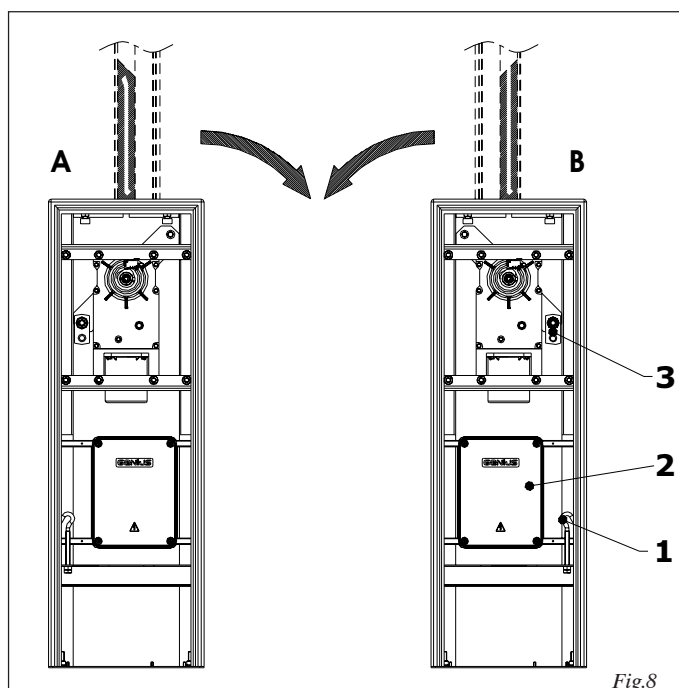

Fig.8
**Attention: L'automatisme est fourni disposé pour une installation à gauche (fig.8 réf. A).**
Pour transformer l'automatisme de gauche à droite (fig.8 réf. B), agir comme suit:
- démonter le tirant réf.1 fig.8.
- déplacer la centrale de droite à gauche réf.2 fig.8.
- positionner le tirant réf.1 fig.8 dans le trou à droite de la centrale.
- déplacer le disque de fixation du ressort, réf.3 fig.8, de l'axe de gauche à celui de droite.